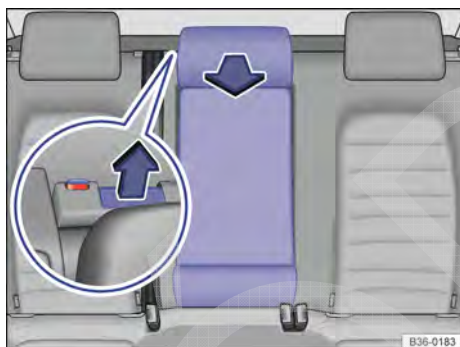

Fig. 258 No encosto do banco traseiro: abrir o dispositivo para transporte de objetos longos.
- Puxar a alavanca de destravamento no sentido da seta, e rebater a tampa do dispositivo para transporte de objetos longos → Fig. 258 totalmente para frente.
- A marcação vermelha no indicador de travamento → Fig. 258 (lupa) não pode mais ser visível.
- Uma marcação vermelha no indicador de travamento → Fig. 258 (lupa) sinaliza um dispositivo para transporte de objetos longos não engatado. Verificar sempre se a marcação vermelha não está visível quando o dispositivo para transporte de objetos longos estiver na posição ereta.